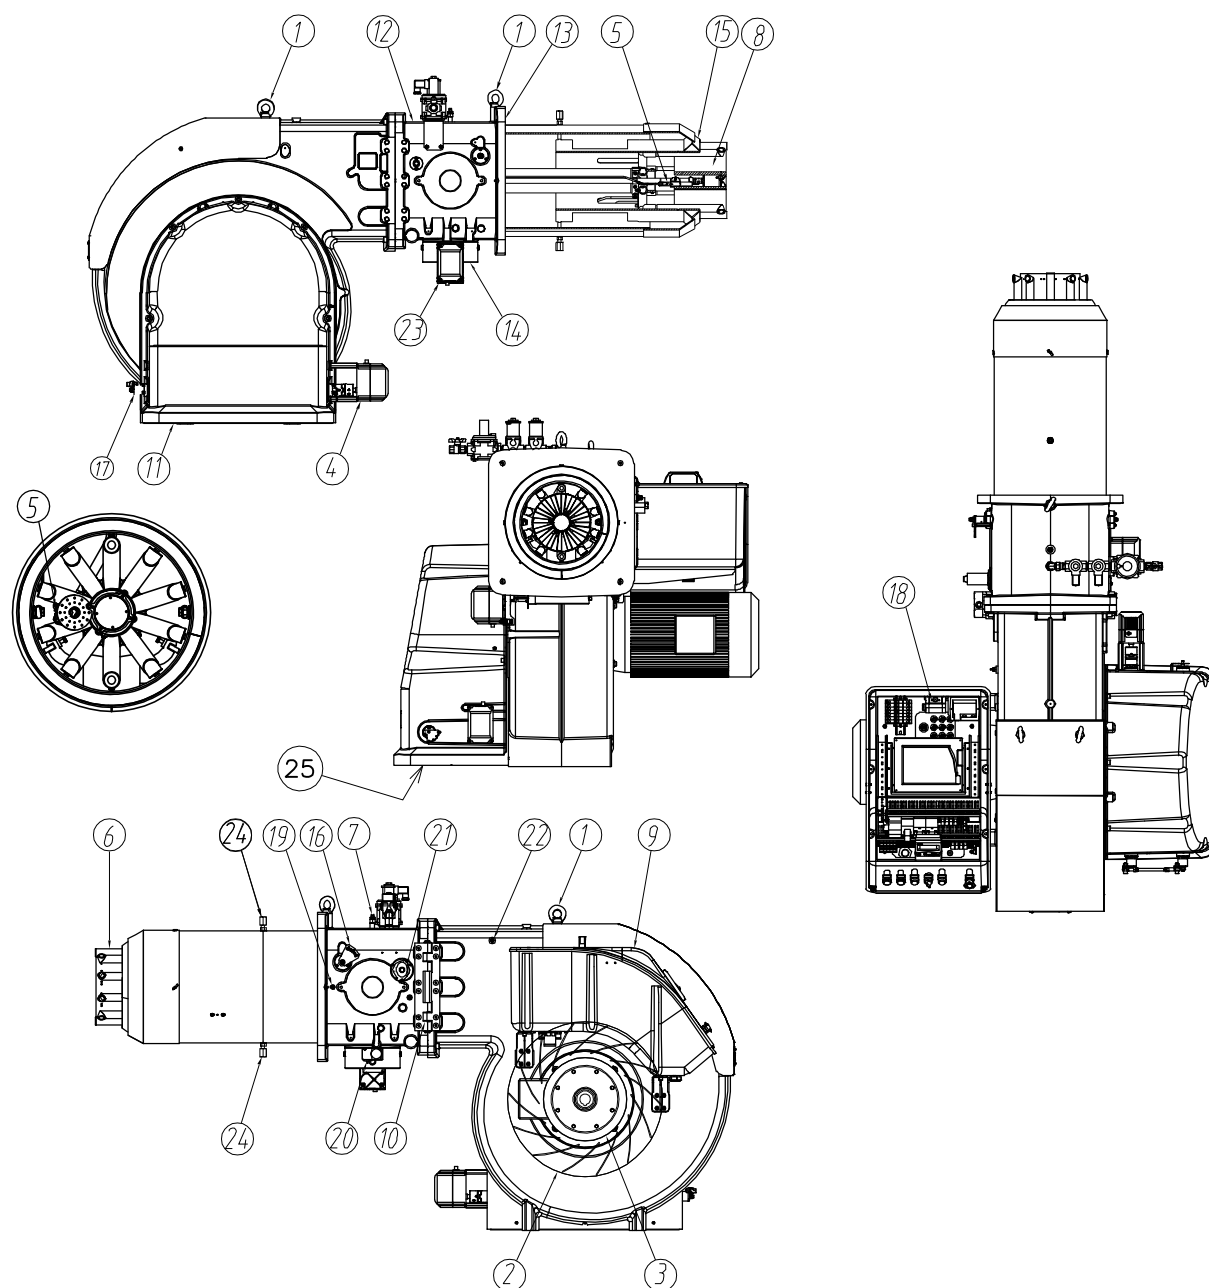

рис. 4
- (1) Исходные условия: Температура окружающей среды 20°C - Температура газа 15°C - Атмосферное давление 1013 мбар - Высота над уровнем моря 0 м.
- (2) Давление в контрольной точке 5) (рис. 4) при нулевом давлении в камере сгорания и максимальной мощности горелки.
- (3) Испытания на уровень шума, проведенные в соответствии с директивой EN 15036-1, с точностью измерения - $\pm 1,5$ дБ, в лаборатории по сжиганию топлива производителя с горелкой, работающей на испытательном котле с максимальной мощностью.